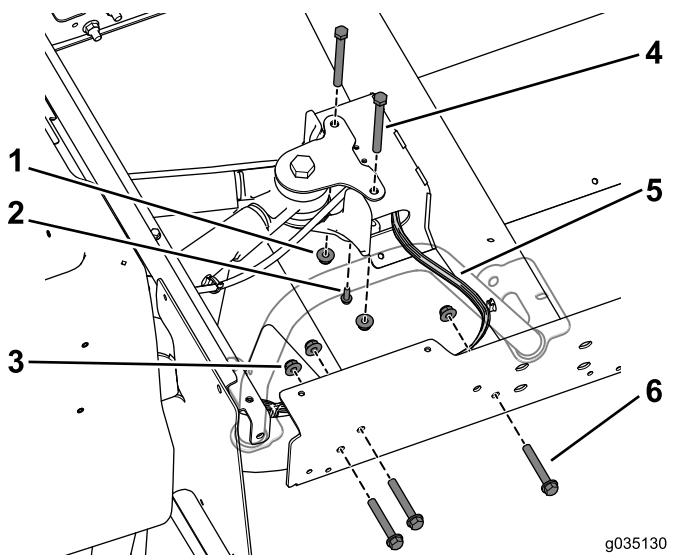

图77
- 使用 3 个螺栓  $3/8 \times 2-1/2$  英寸和凸缘螺母将延长轨道松松地安装到后机架上 图77。对机器的两侧均执行此操作。
**注意** 确保线束出口在中央通道右侧 图77。
- 使用自攻螺丝  $1/4 \times 3/4$  英寸将刹车线三通连接到中央通道上 图77。
- 使用 2 个螺栓  $3/8 \times 3-3/4$  英寸和凸缘螺母将中央通道松松地安装到后底座上 图77。